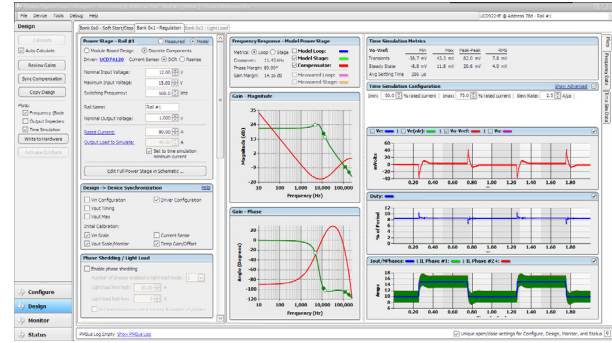

图 4：在线工具的设计界面
- 设计：如图 4，由客户选定主要功率器件及外围元件参数，再由 Fusion Digital Power Designer 实现对数字电源环路的配置及模拟仿真；